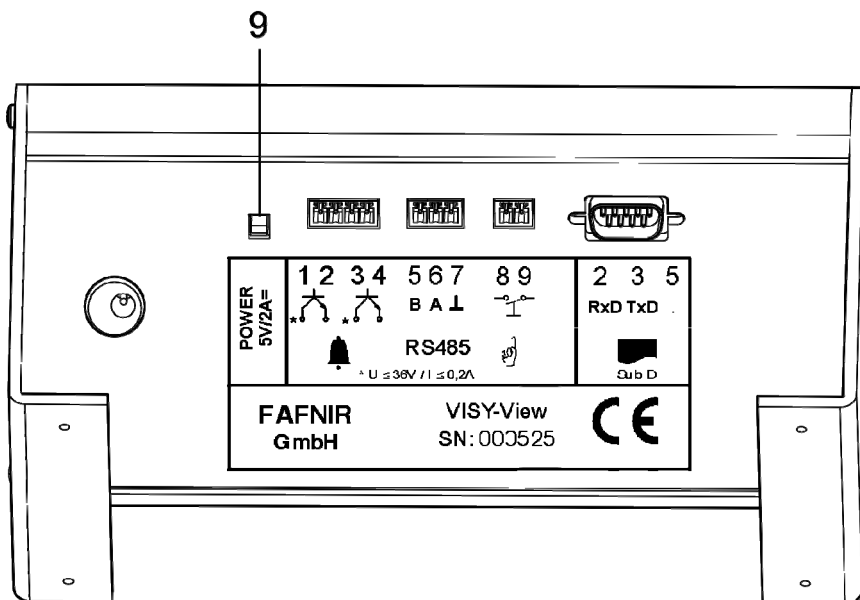

Figura 2: Parte traseira do monitor VISY-View
Em sua parte de baixo, o aparelho tem o comutador (9) (ver Figura 2). Depois de o aparelho ser instalado e ligado com esse comutador, o LED de funcionamento verde acende-se (ver seção «LED de funcionamento» nesse capítulo).
O LED de funcionamento verde (2) se acende assim que o aparelho já conectado à rede é ligado com o comutador (9) (ver Figura 2).
- (7) Ligue o monitor VISY-View com o comutador de ligar/desligar (9) (ver Figura 2).